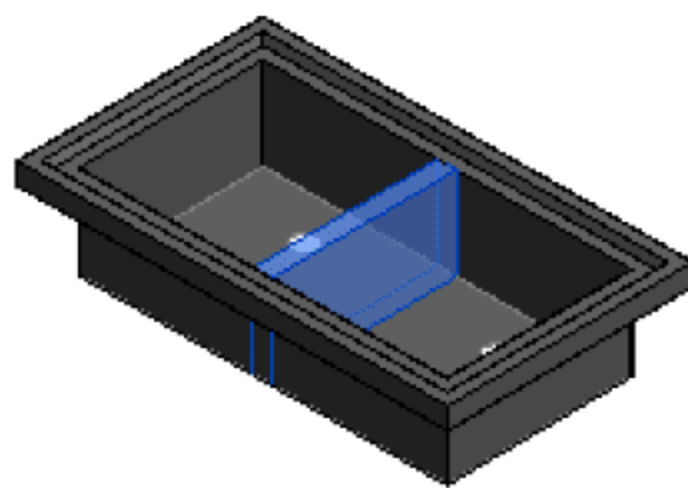

图 8.2.42 水池分隔板效果图
(10) 编辑可见性并添加材质。首先，选中凹槽底板图元，在“属性”面板中编辑“可见性/图形替换”选项，取消“平面/天花板平面视图”复选框的选择，单击“确定”按钮。其次，添加凹槽底板的材质，选择“不锈钢”类型，单击“确定”按钮，如图 8.2.42 所示。